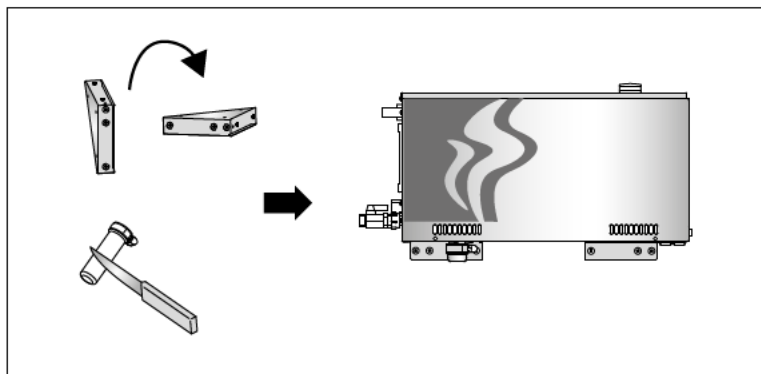

Рисунок 7.
- Парогенератор можно устанавливать внизу путем разворота крепежных элементов горизонтально и обрезки отстойника (рис. 7).